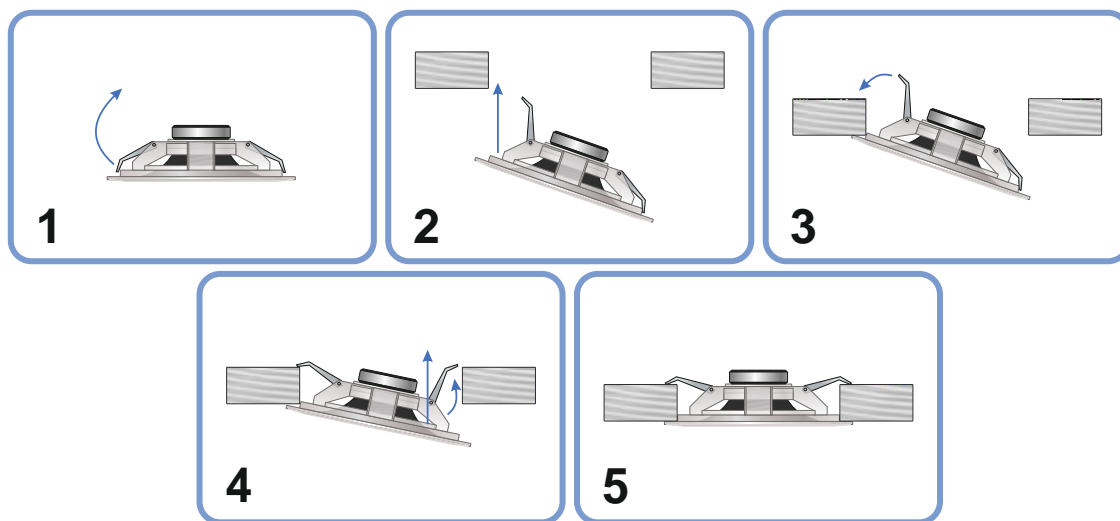

Рисунок 4
4.4 Для установки оповещателя необходимо подключить провода кабеля линии связи к клеммам оповещателя согласно наклейке подключения, размещенной на оповещателе, затем сжать пружинные скобы крепления оповещателя и установить его в заранее подготовленное установочное отверстие диаметром 163 мм (рисунок 4).